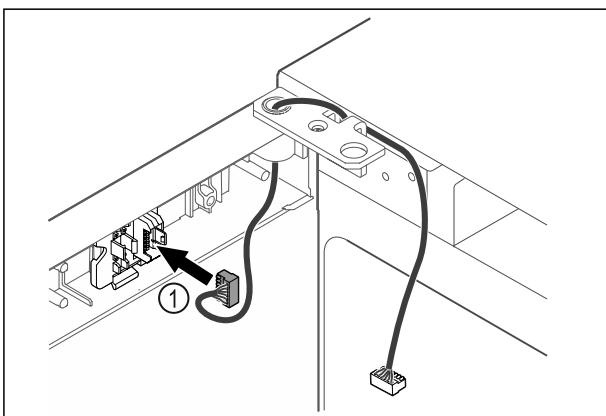

Fig. 48
- ▶ Enchufar el conector Fig. 48 (1) en su soporte.